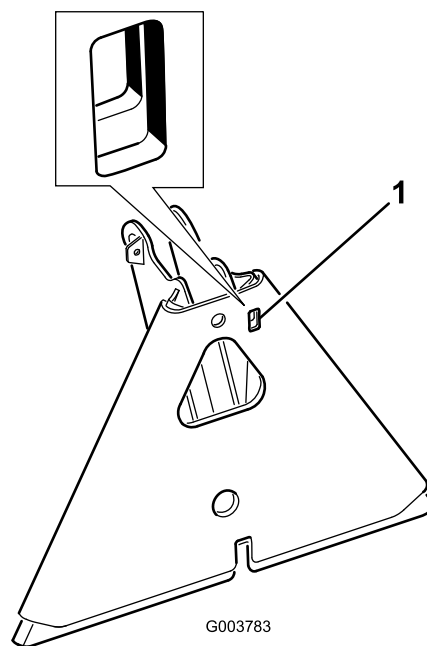

图 9
**注意** 如果附件连接器与主机连接器卡在一起请在撬槽内插入撬棍将两者分开 图 9。